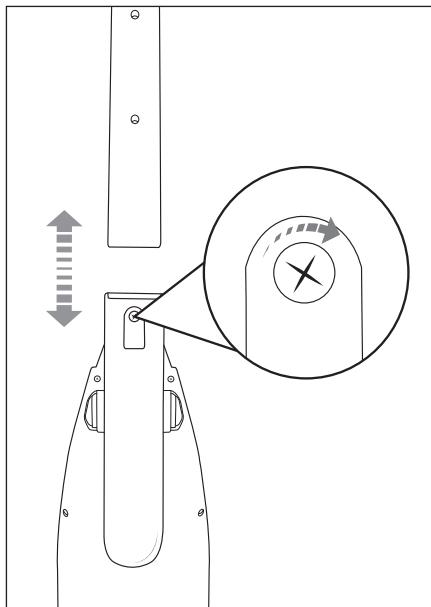

Fig. 2
- 2) Applicare il manico ⪛ al suo supporto sull'apparecchio. Spingere completamente il manico ⪛ sul suo supporto finché non si innesta saldamente nell'apparecchio. (Fig. 2).